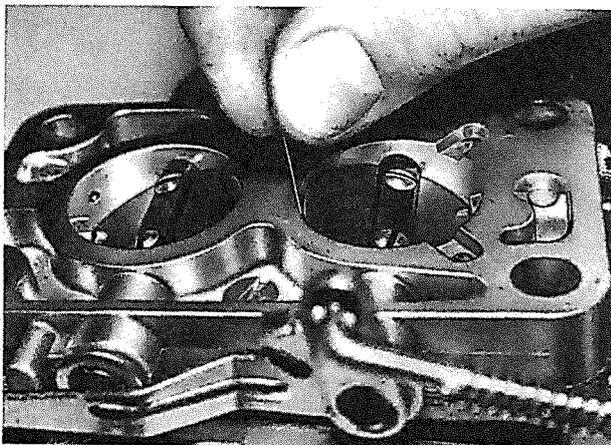

Bild 26
**Bild 26** gilt für den Doppelvergaser 32 DDIST.